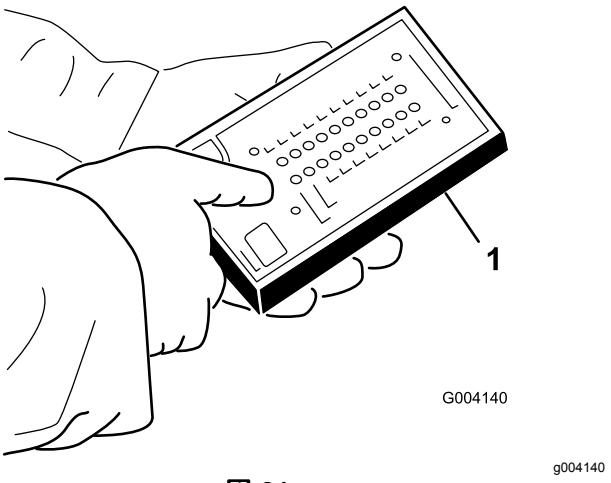

図 21
4. 故障診断 ACE ディスプレイを打ちのコネクタを診断用コネクタに接続する図 21。